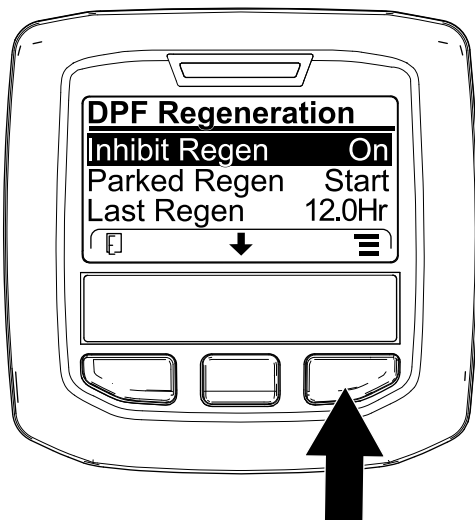
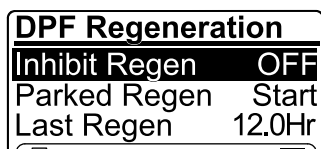

Figura 38
Figura 39
1. Accedete al menu DPF Regeneration, premete il pulsante centrale per scorrere il menu verso il basso fino all'opzione INHIBIT REGEN, quindi premete il pulsante destro per selezionare la voce Inhibit Regen (Figura 38).
2. Premete il pulsante destro per modificare l'impostazione dell'inibizione della rigenerazione da accensione a spegnimento (Figura 38) o da spegnimento ad accensione (Figura 39).